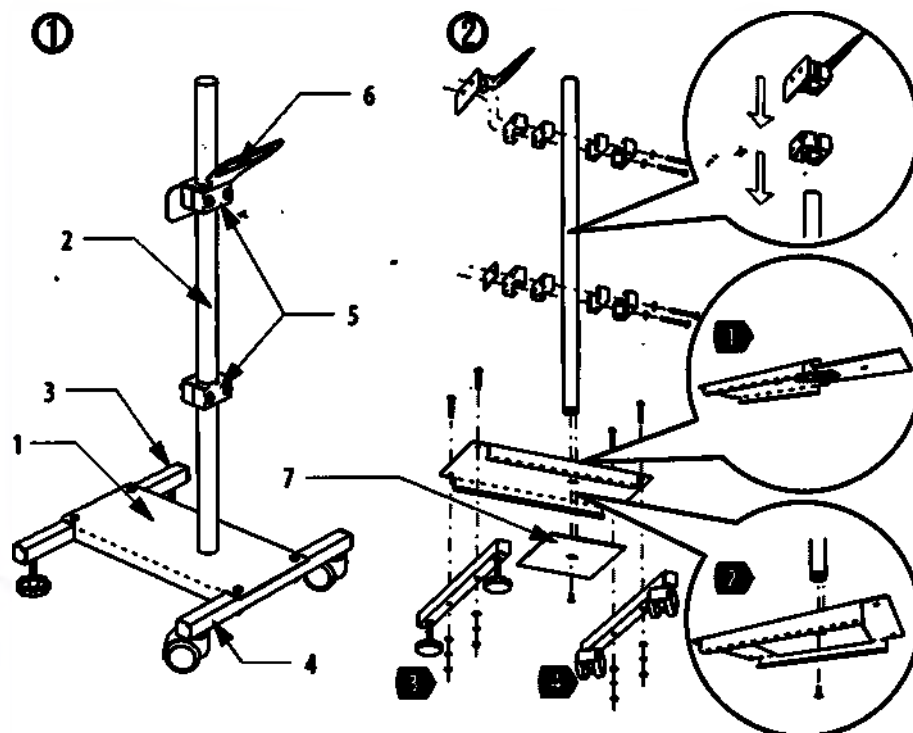

Рисунок 5. Общая конструкция и схема сборки передвижной подставки КШУР.301422.001.
8.3. Для удобства установки облучателя-рециркулятора на опору 2 (см. рисунок 5) рекомендуем предварительно произвести установку хомутов 5 (см. рисунок 5) на корпус 1 (см. рисунки 3 и 4) очистителей. Установку следует производить вдвоём.